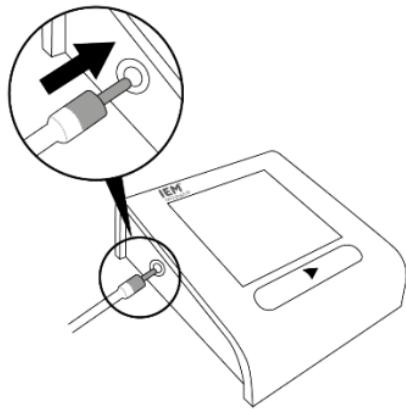

Fig. 7: Conecte el tubo flexible de aire
1. Introduzca la conexión del tubo de aire en la toma para el tubo de aire del lado izquierdo del esfigmomanómetro y coloque el esfigmoma-nómetro sobre la mesa (Fig. 7).